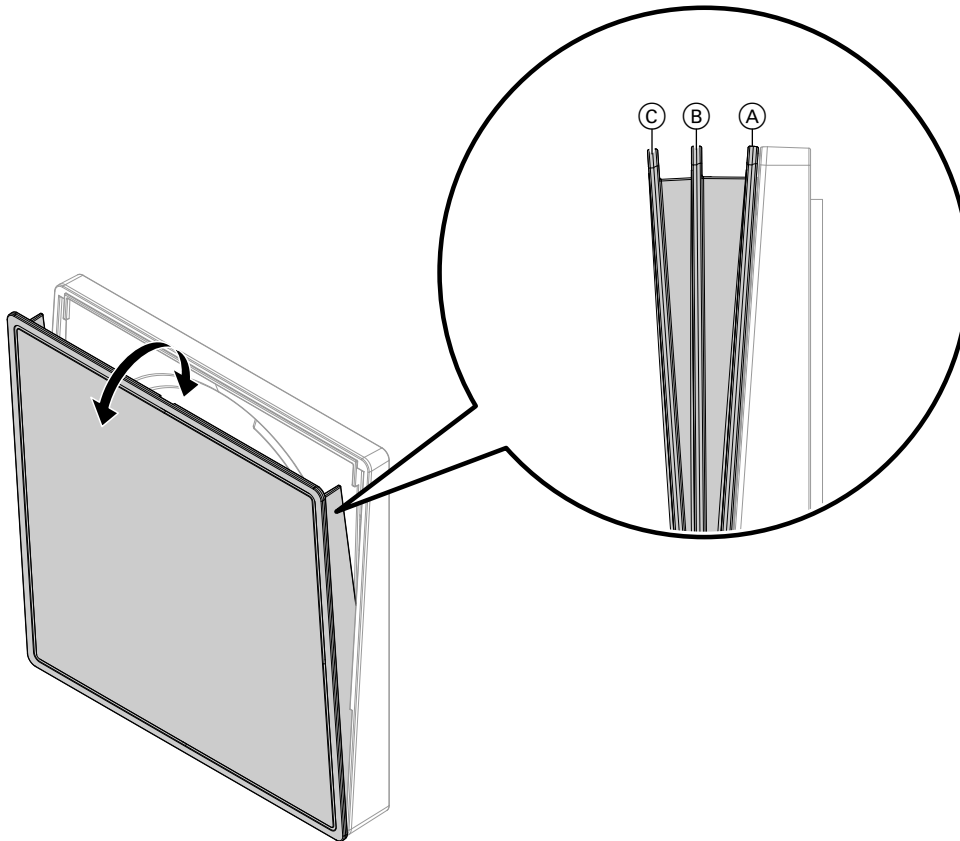

Abb. 1
- Schließen Sie die Innenwandblenden: Position Ⓐ in Abb. 1.